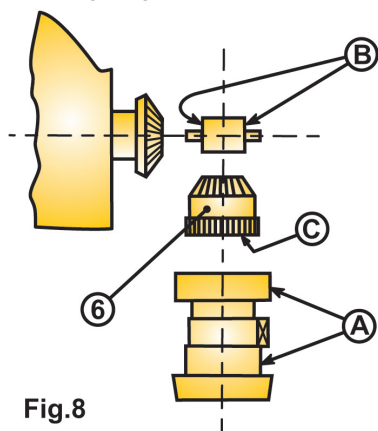

Fig.8
- Il peut arriver qu'un copeau de métal soit pris dans l'engrenage ou qu'une des pièces ait reçu un coup; cela peut créer un point dur. Les tolérances de fabrication sont très faibles et il peut arriver qu'une hélice soit dure simplement parce que "trop neuve". Dans ce cas, utiliser la procédure suivante, fig. 8.
1. Montez l'hélice sans le pignon central (6), de façon à rendre la rotation des pales indépendante de celle du moyeu. Si le moyeu est dur, enlevez 0.05 mm des surfaces A avec une toile émeri ou au tour. Si les pales sont dures, enlever 0.05 mm des surfaces B avec une toile émeri enroulée sur une lime plate ou au tour. Essayez jusqu'à ce que pales et moyeu tournent librement.